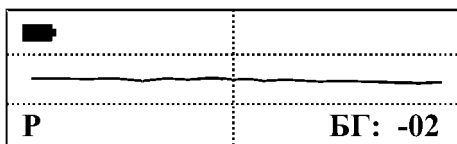

Рис. 13
5. при успешной балансировке, прибор проиграет мелодию (Рис. 13):